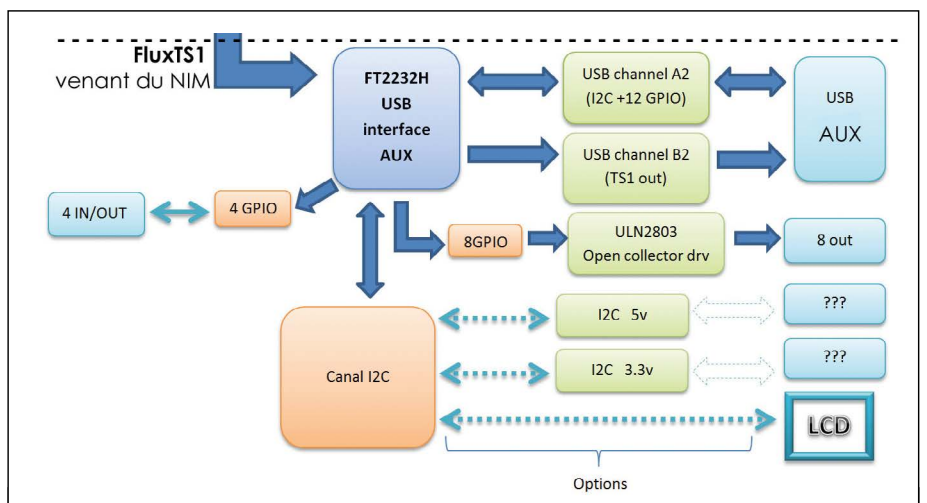

Figure 6 : le branchement sur la prise USB « AUX »
***Partie auxiliaire Voir Figure 6**